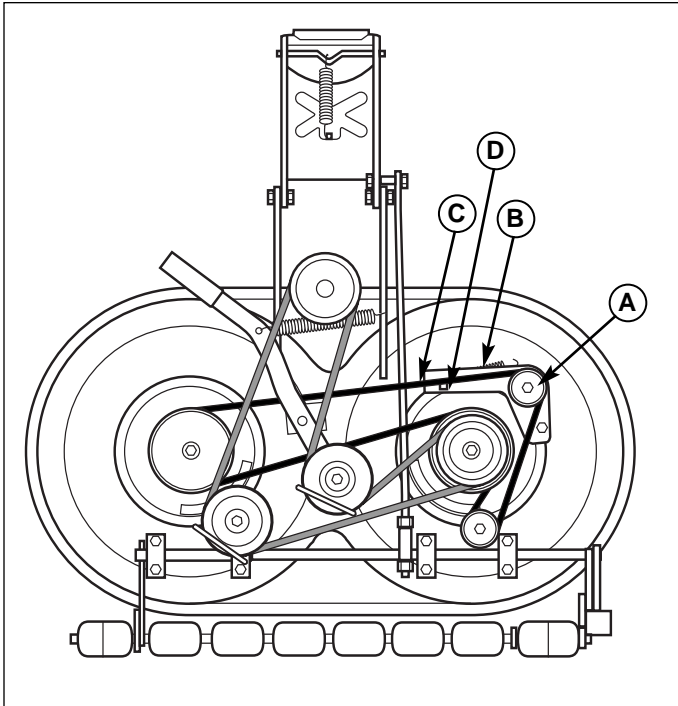
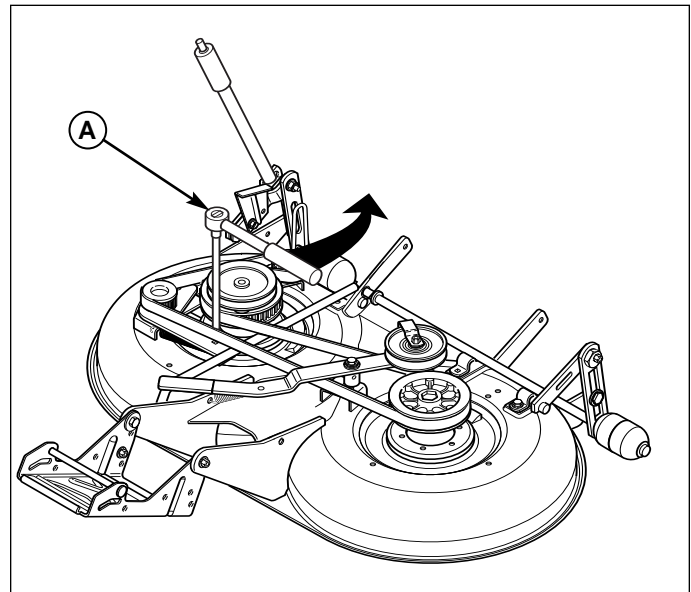
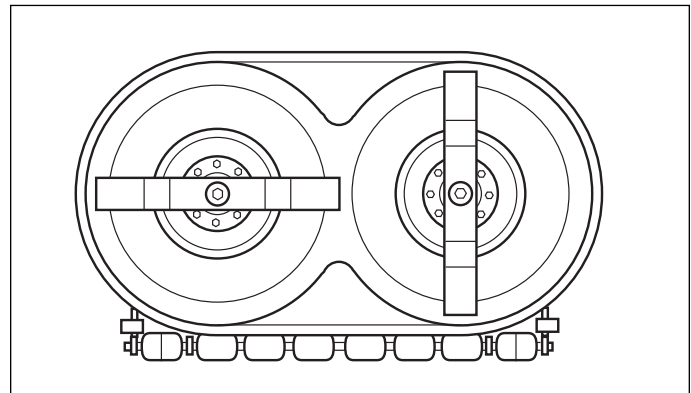

Abb. 46. Mulchwerk (ohne Riemenabdeckungen)
Abb. 47. Zahnriemenspannung lösen
Abb. 48. Messersynchronisation
3. Die Leitrollenbausatz-Kopfschraube (A, Abb. 46) lösen.
4. Das Ende der Verlängerung einer 3/8 Inch-Ratsche (A, Abb. 47) in das quadratische Loch (D, Abb. 46) einführen und den Leitrollenbausatz (B, Abb. 46) verschieben, um die Spannung des Riemens (C) zu verringern.
5. Den Riemen (C) abnehmen.
6. Einen neuen Riemen (C), wie in der Abbildung gezeigt, auf die Rollen aufbringen. Durch Freigabe des Leitrollenbausatzes (A) setzt die Feder den Zahnriemen automatisch unter Spannung.
7. Die Leitrollenbausatz-Kopfschraube (A) anziehen. Riemenabdeckungen wieder anbringen.
8. Messer auf lotrechte Ausrichtung zueinander prüfen (siehe Abb. 48). Sollte dies nicht der Fall sein, die Messersynchronisation, wie im Abschnitt „Normale Wartung“ beschrieben, durchführen.